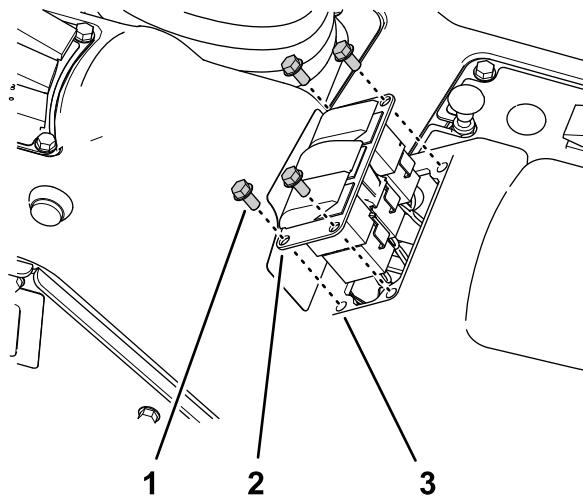

Figura 31
1. Rimuovete le 4 viti a testa flangiata ($\frac{1}{4}$ " x $\frac{1}{2}$ ") che fissano il pannello a 3 interruttori al quadro di comando (Figura 31).
3. Scollegate il connettore a 8 prese del cablaggio preassemblato della macchina (indicato come **comando del volume**) dal connettore a 8 pin dell'interruttore (Figura 31).
6. Allineate il tappo dell'interruttore con l'apertura nel pannello a 3 interruttori in cui avete rimosso il comando del volume (Figura 31).
7. Inserite il tappo dell'interruttore nel pannello a 3 interruttori fino a quando il tappo non scatta saldamente nel pannello (Figura 31).